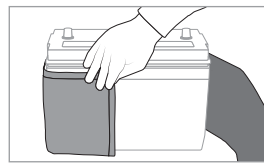

图 2. 包裹电池。
3. 如图 2 所示包裹电池。**注意！**允许的最大重叠长度是 10 英寸 (25 cm)。加热套不应阻挡电源线。